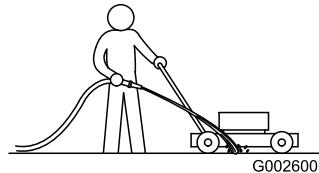

Figura 49
1. Con el motor en marcha sobre una superficie plana pavimentada, dirija un chorro de agua hacia delante de la rueda trasera **derecha** (Figura 49).